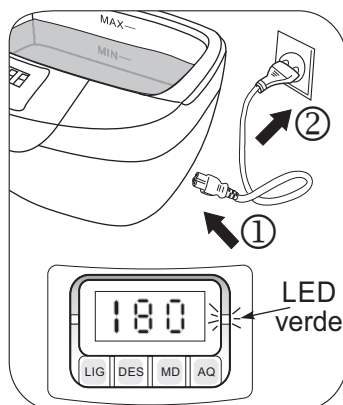

Fig. 9
- 2▶ Conecte o cabo de energia na cuba de ultrassom e à rede elétrica (Fig. 9). O LED verde se acenderá, indicando que o equipamento está ligado e o display exibirá o ciclo padrão de 180s (3 minutos).
- Encaixe o cabo de energia no conector no equipamento (Fig. 9, pág. 8) e à rede elétrica.